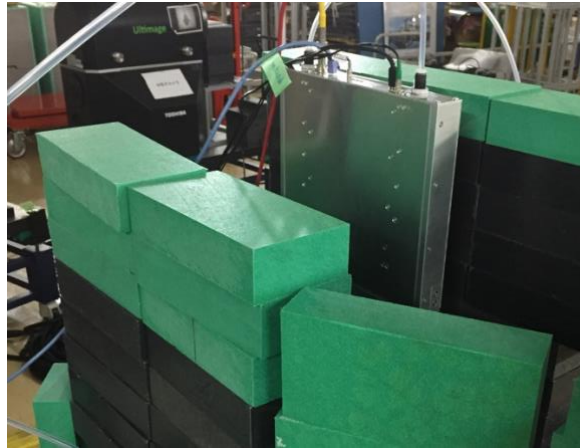

図 2-3 検出器の遮蔽
2. 検出器を通過した後の中性子散乱が多い場所では必要に応じて図 2-3 のように検出器の周囲に遮蔽体、減速材などを設置する。